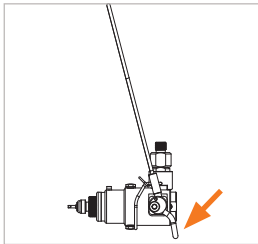

Abbildung 8
- ▶ Klappen Sie die Betätigungsbügel (Pos. 6) nach unten. Das flexible Drahtseil klappt nach oben und die Spannzangen fallen zusammen (*Abbildung 8*).